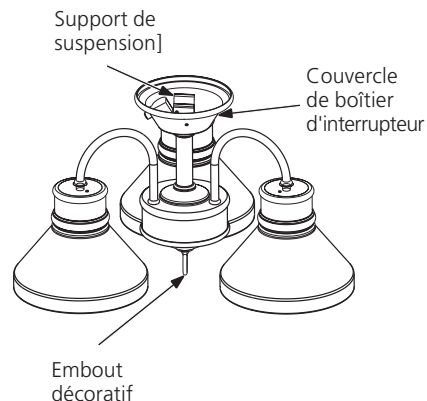

Figure 8a - Extension du support de suspension
1. Faites tourner l'embout décoratif dans le sens des aiguilles d'une montre et enlevez-le de la tige filetée. Tirez sur le support de suspension pour l'étendre complètement et le faire sortir du couvercle de boîtier d'interrupteur. Référez-vous à la figure 8a.
3. Placez les prises connectées et les fils à l'intérieur du couvercle de boîtier d'interrupteur à l'intérieur du support de suspension. Référez-vous à la figure 8a.